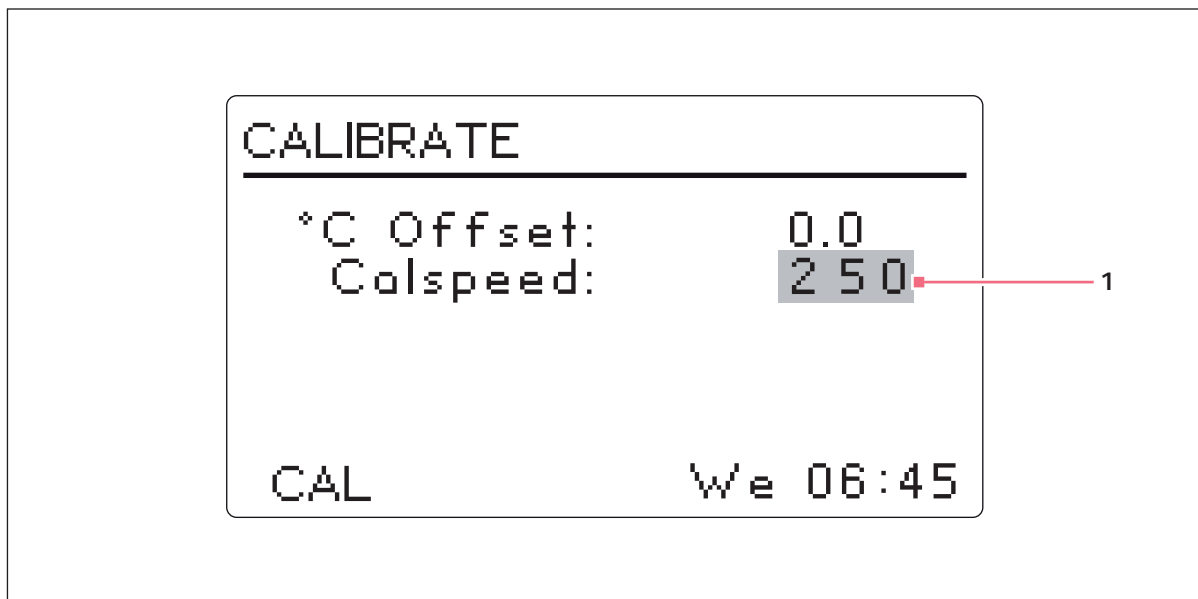

Fig. 5-16: Étalonner l'écran
1. Utiliser le bouton de commande pour entrer sur l'écran **CAL** (voir Fig. 5-16 à la page 63).
La fonction Calspeed réglée sur l'écran **CAL** (voir Fig. 5-16 à la page 63) est utilisée pour étalonner la vitesse du mécanisme d'agitation. Il n'est pas nécessaire d'étalonner à nouveau la vitesse (déjà étalonnée en usine), tant qu'aucun composant majeur (par exemple courroie d'entraînement) n'est remplacé.